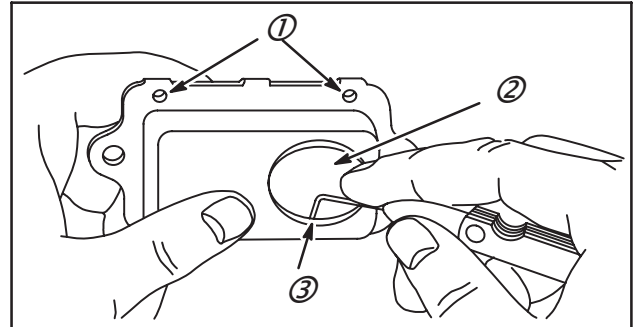

Fig. 5
Si le clapet en fibre (2) est coincé ou déformé, le reniflard ne peut pas fonctionner correctement et doit être remplacé. Veiller à ce que les trous de mise à l'air (1) soient ouverts. Une cale de 1,14 mm (3) ne doit pas pouvoir pénétrer dans l'espace entre le clapet et le corps. (Une cale pour électrodes de bougies doit être utilisée). Voir Fig. 5.